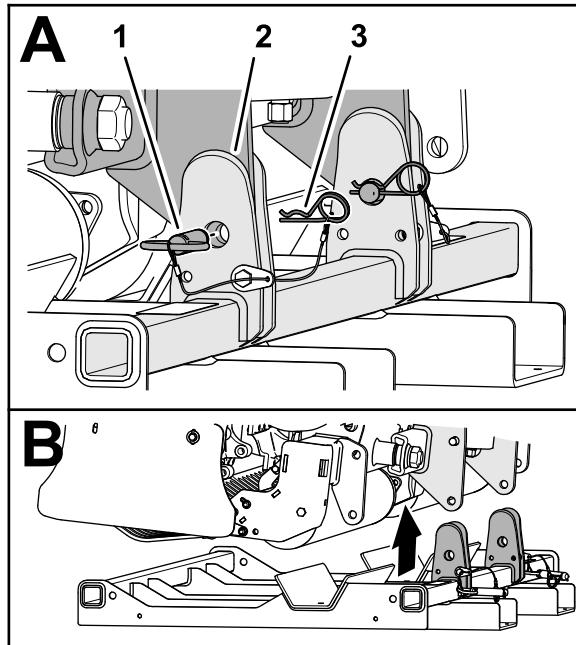

Bild 21
2. Entfernen Sie die beiden Splinte, mit denen die beiden Stifte des Sicherheitsständers am Ständer befestigt sind (Bild 21).
3. Entfernen Sie die beiden Stifte des Sicherheitsständers (Bild 21).